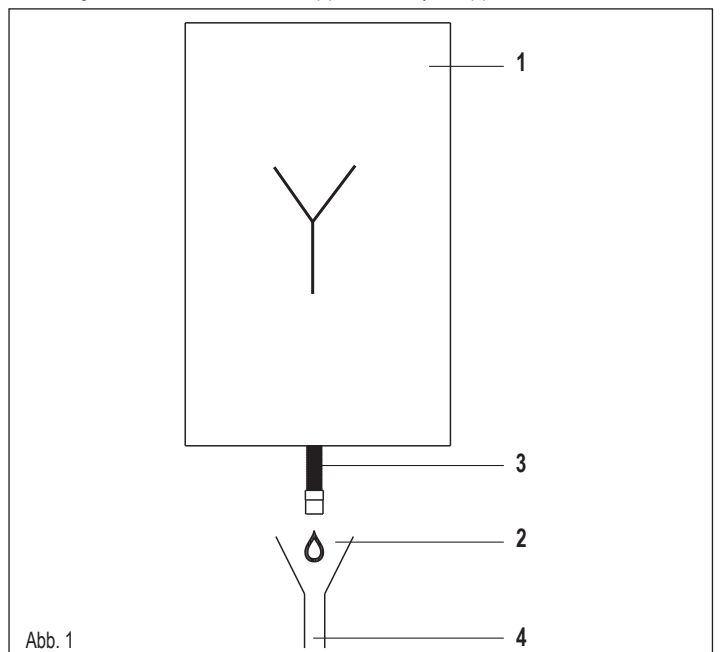

Abb. 1
Anmerkung: Wenn das Kondensatabfuhrsystem Frostgefahr ausgesetzt ist, stets für eine angemessene Wärmeisolierung des Rohrs sorgen und eine Vergrößerung des Rohrdurchmessers in Betracht ziehen. Das Kondensatabfuhrrohr muss stets einen angemessenen Neigungsgrad aufweisen, um eine Stagnation des Kondensats zu verhindern und für seinen richtigen Ablauf zu sorgen. Das Kondensatabfuhrsystem muss eine inspektionierbare Trennung (2) zwischen dem Kondensatabfuhrrohr des Geräts und dem Kondensatabfuhrsystem aufweisen. Die Trennung muss derart sein, dass eine atmosphärische Verbindung zwischen dem Rohrinernen des Kondensatabfuhrsystems und der Umgebung sichergestellt ist, um zu vermeiden, dass das nachgelagerte Abfuhrrohr des Produktes einen Über- oder Unterdruck in Bezug auf die Umgebung aufbauen kann. Abb. 1: Beispiel für eine Verbindung zwischen Kondensatabfuhrrohr (3) und Abfuhrsystem (4).